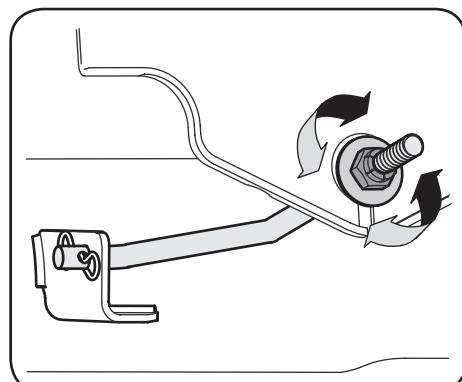

Figura 4-6
- Localice la contratuerca y la tuerca de seguridad que se encuentran en la parte delantera de la ménsula estabilizadora. Consulte la Figura 4-6.